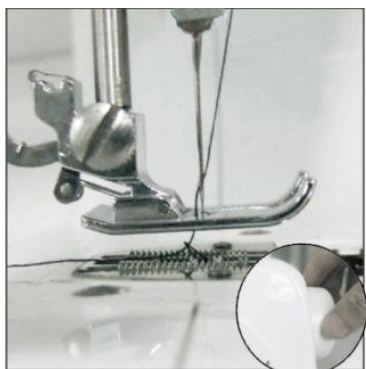

Fig. 9
- 3) Hold i enden af tråden for oven med den ene hånd, og drej håndhjulet mod uret med den anden hånd, hvorefter nåletråden trækker den nedre tråd op gennem hullet under nålen (fig.9).